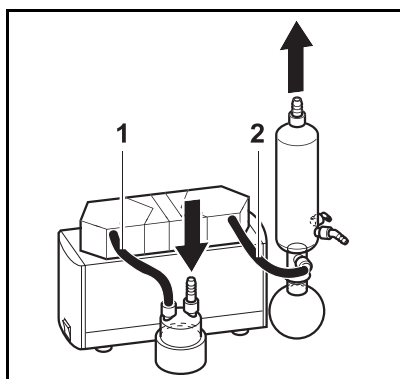

Abb. 15: Verschlauchung System SH
2	Schläuche (siehe Abb. 15) ▪ Resistent gegenüber dem genutzten Medium ▪ Innendurchmesser 10 mm ▪ Längen: (1) ca. 150 mm, (2) ca. 220 mm
4. System verschlauchen (siehe Abb. 15).